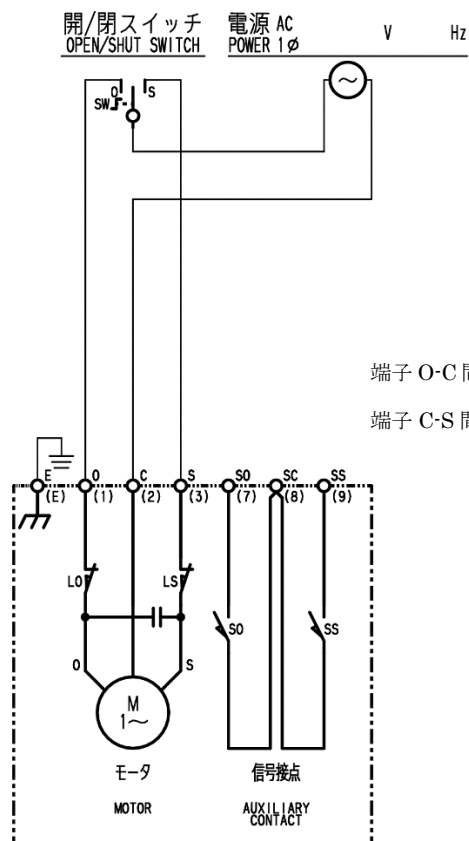

図 6 : B 形内部接続図
- （6）図6、7に制御動作B及びCの標準接続図を示します。特殊仕様の場合、本図通りでは無いことがありますので、接続図や仕様書で確認してください。